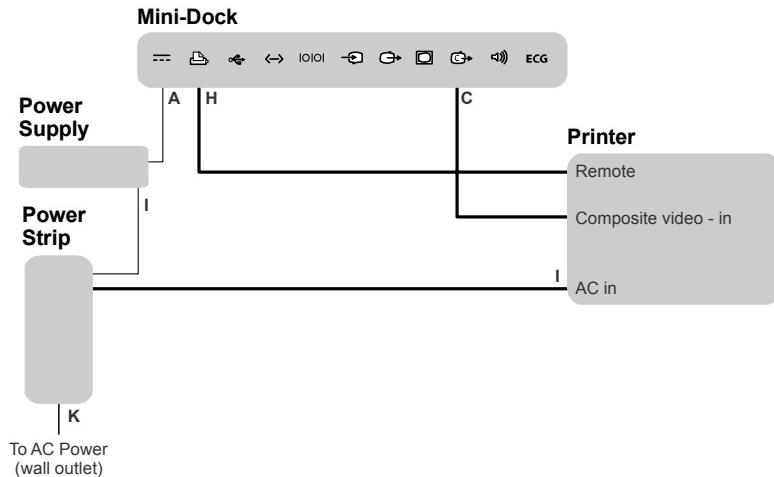

Figure 3 Connexion de l'échographe et d'une imprimante sur la station MDSm
Connexion des câbles	<ol style="list-style-type: none"> <li>1 Bloquer les roues et retirer le panneau arrière. En cas d'installation d'une imprimante noir et blanc ou couleur plus ancienne, il peut s'avérer nécessaire de faire passer les vis rembourrées dans les trous arrière.</li> <li>2 S'assurer que le cordon d'alimentation c.c. au cheminement prédéterminé (A) est connecté au mini-dock et que le cordon d'alimentation c.a. pré-installé (I) est branché sur la barrette de connexion.</li> <li>3 Connecter les câbles. Voir Figure 3, page 11 et « <a href="#">Symboles des câbles, des connecteurs et du mini-dock</a> », page 16. <ul style="list-style-type: none"> <li>• Câble de commande d'impression au cheminement prédéterminé (H)</li> <li>• Cordon d'alimentation secteur de l'imprimante (I)</li> <li>• Câble vidéo composite au cheminement prédéterminé (C)</li> </ul> </li> <li>4 Brancher le cordon d'alimentation du système (K) sur une prise de courant conforme aux normes hospitalières.</li> <li>5 Replacer le panneau arrière (ventilations en haut) en l'enclenchant par le haut.</li> </ol>